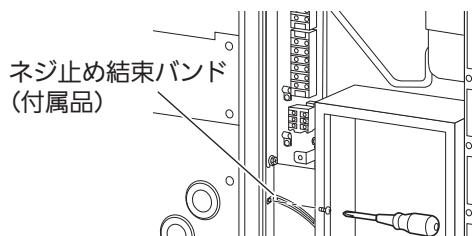

図 19
- ① ネジ止め結束バンド（付属品）を縦フレームに M6 ネジ（付属品）を使い固定してください。（図 19）